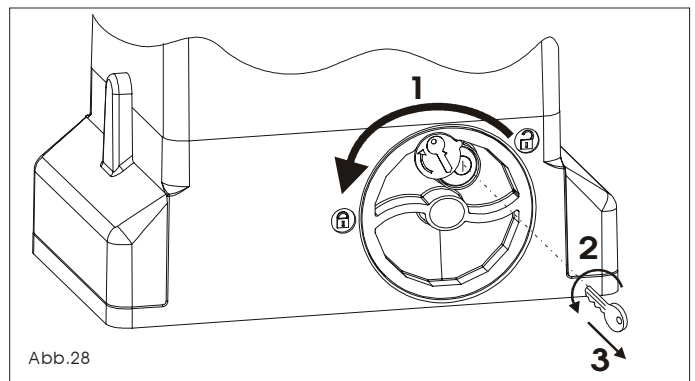

Abb.28
- 1) Das Entriegelungssystem im Uhrzeigersinn bis zum Anschlag drehen, Abb. 28 Bez. 1.
- 2) Den Schlüssel im Gegenzeigersinn drehen und vom Schloß abnehmen, Abb. 28 Bez. 2 und 3.